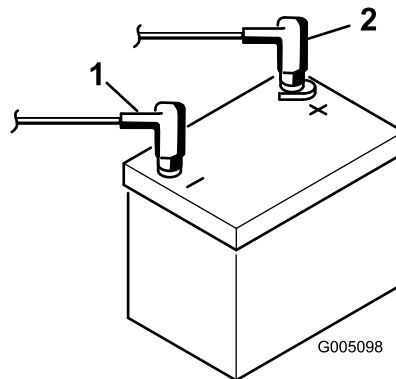

図 4
7. 赤いケーブルをバッテリーの端子に、黒いケーブルはバッテリーの端子にはめ、ボルトとナットで固定する 図 4。プラス端子が電極に十分にはまり込んでいること、ケーブルの配線に無理がないことを確認する。ケーブルとバッテリーカバーを接触させないこと。